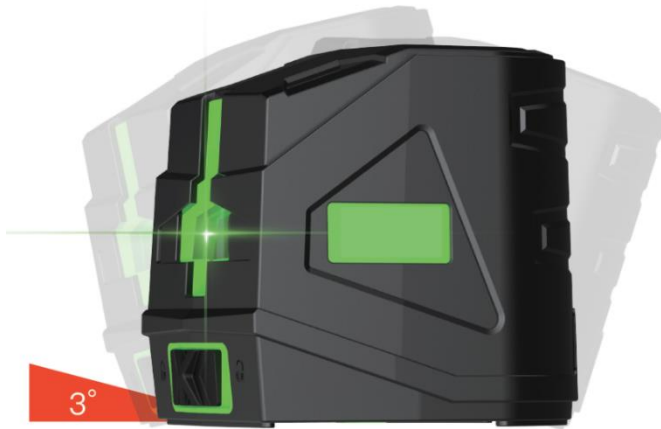

Рисунок 3
3.2.3 Якщо лазерний рівень знаходиться не на рівній поверхні, лазер спалахне та спрацює сигнал (рівень можна автоматично вирівняти в межах ± 3 градусів). Див рис.3